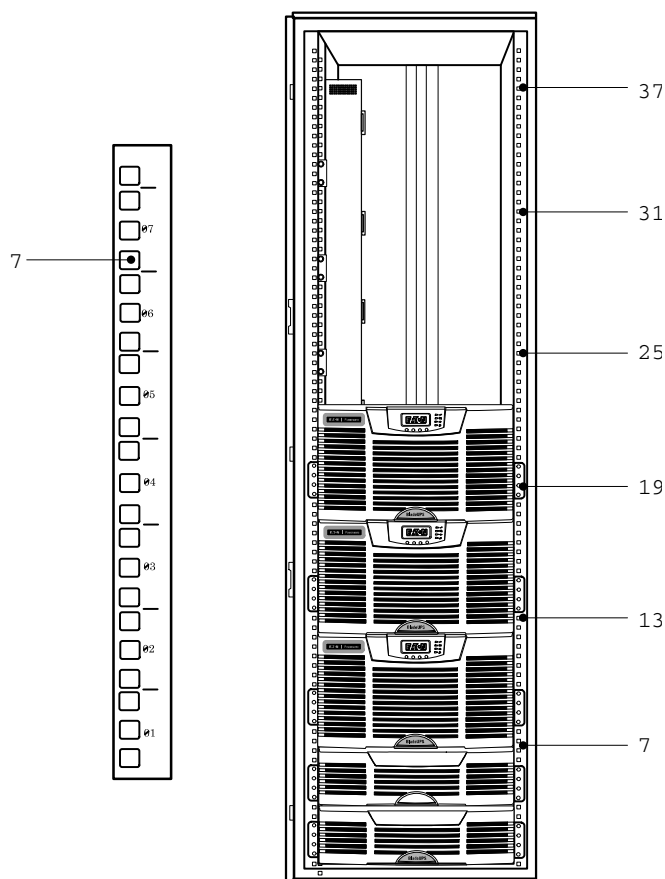

Рисунок 3. Рекомендуемые расположения направляющих (пример конфигурации)
8. Распланируйте местоположение каждого шкафа в стойке и отметьте эти места знаком “U” для установки направляющих. Например, для стойки, содержащей шесть ИБП и нижний кабельный канал, запланируйте установку подошвы направляющих по следующим меткам (см. рисунок 3):
**ПРИМЕЧАНИЕ** Рекомендуемые расположения направляющих даны только в качестве примера. Располагайте направляющие в соответствии с конфигурацией вашей системы. Следует предусмотреть разметку отверстий и нумерацию (см. рисунок 3). Указания по конфигурированию параллельной системы с несколькими ЕВМ см. на странице 3.